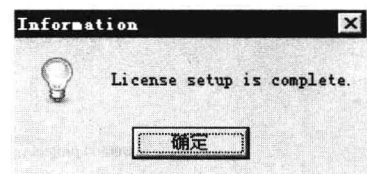

图 1-8 “Information”对话框
⑧ 单击 **Next >** 按钮，开始进行安装。License 文件安装完成后，会弹出如图 1-8 的对话框，提示安装已经完成。